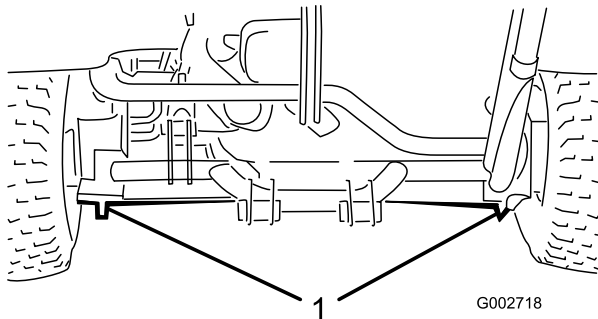

Figura 20
- En el lado izquierdo o derecho, debajo del motor de la rueda trasera o del bastidor (Figura 20).